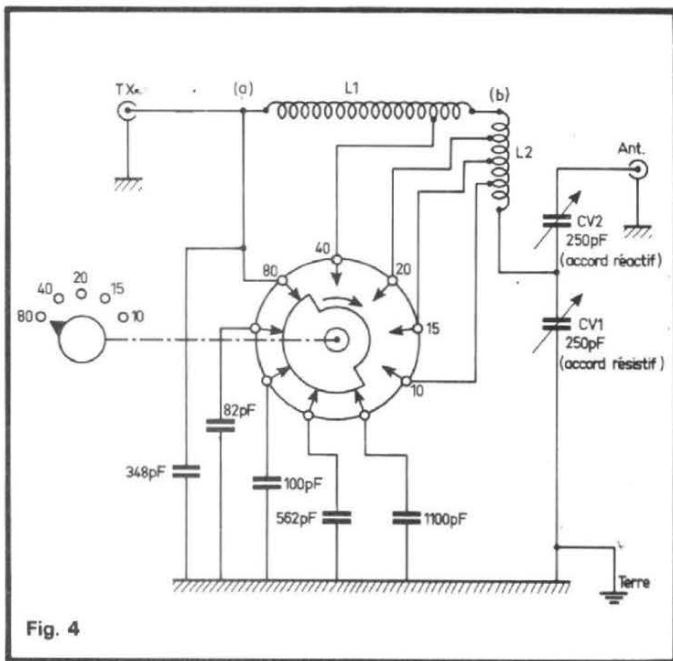

Fig. 4
1) Le relais Siemens de la figure 4 est un modèle 24 V collant (travail) pour 50 à 100 mA environ.
La figure 4 représente le schéma complet de la réalisation pratique d'une telle boîte de couplage. Le commutateur de bandes est représenté en position « bande 80 m ». Pour passer sur les autres bandes décimétriques, on tourne ce commutateur dans le sens des aiguilles d'une montre, et l'on voit que pour chaque bande, on court-circuite une partie des bobinages et on met hors circuit certains condensateurs fixes. Ces condensateurs fixes sont du type à diélectrique mica 1500 V dans la série à tolérance $\pm 2\%$.